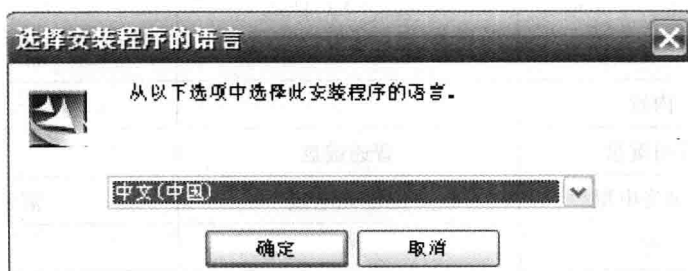
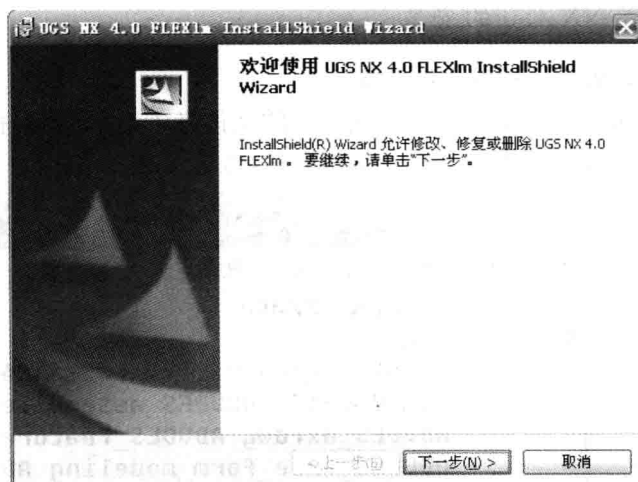

图 1.2.6 选择安装语言
图 1.2.7 安装向导
(2) 点击 **Install License Server**,开始安装许可证管理器。
(3) 如图 1.2.6 所示,选择“中文(中国)”后,点击“确定”按钮。出现“UGS NX 4.0 FLEXlm InstallShield Wizard”对话框,如图 1.2.7 所示,单击“下一步”按钮。